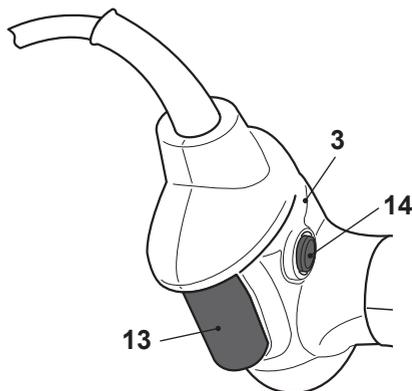

Рис. 15
- > Нажмите фиксатор (14) и удерживайте его в таком положении.
- > Нажмите на выключатель (13), чтобы включить изделие (Рис. 15).
- > Отпустите выключатель (13), чтобы выключить изделие.